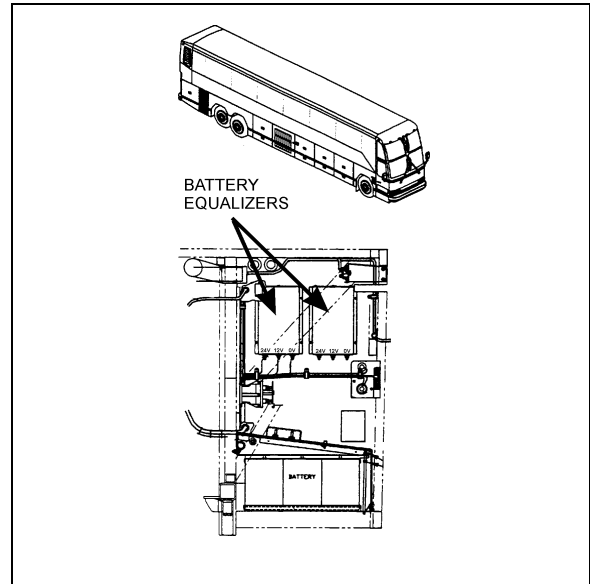

FIGURE 2: LOCALISATION (H3)
1. Ouvrir la porte d'accès au côté droit du moteur ou la porte du compartiment principal d'alimentation selon le type de véhicule et localiser les égalisateurs de batteries de 100A (voir figures 2, 4, 5 et 6).